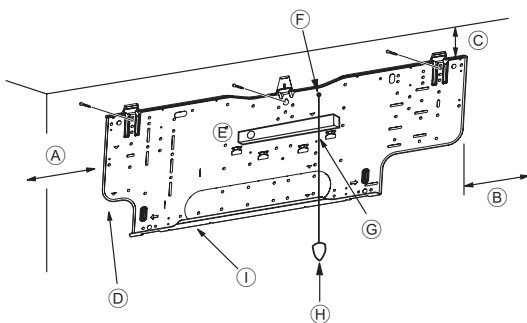
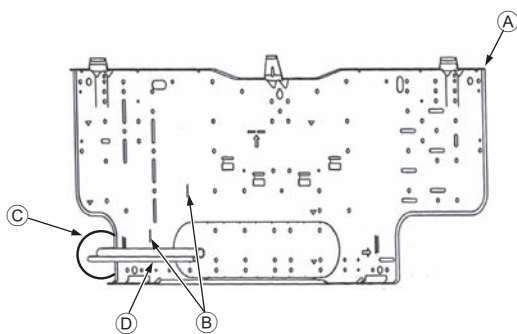

Fig. 3-4
Fig. 3-5
■ PKFY-P-VHM-E (Fig. 3-4)
- Befestigungsschrauben (4 × 35) ②
- ① Montageplatte ①
3.3. Wenn Rohre in der Wand verlegt werden (Fig. 3-5)
- ▲ Montageplatte ①